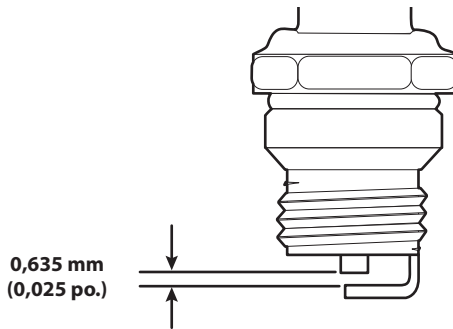

Fig. 23
4. Utilisez une jauge d'épaisseur pour régler l'écartement à **0,635 mm (0,025 po.)** (Fig. 23).